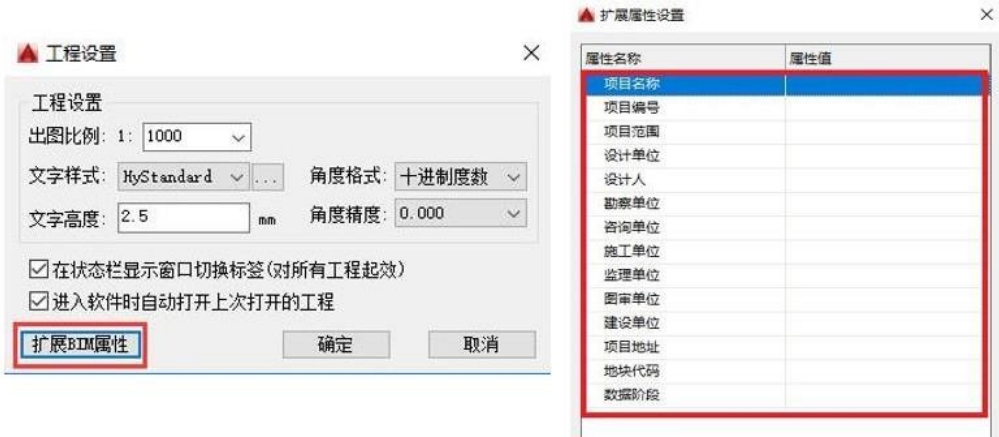

图 1.1.1-1 工程设置及扩展 BIM 属性面板
- (1) 使用路易 2018 完成道路建模。
- (2) 设置项目基本信息：依次打开“工程—工程设置—扩展 BIM 属性”，如图 1.1.1-1 所示，设置项目基本信息，基本信息如表 1.1.1-1 所示：